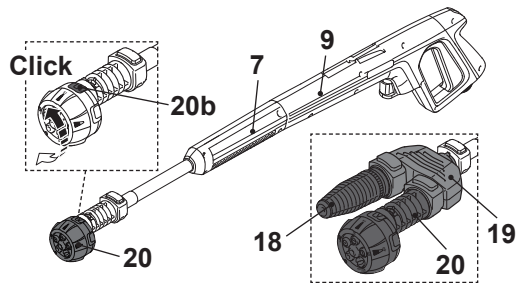

Rys. 8
- Obróć pistolet natryskowy (9), aby dostosować strumień do czyszczonej powierzchni (Rys. 8).